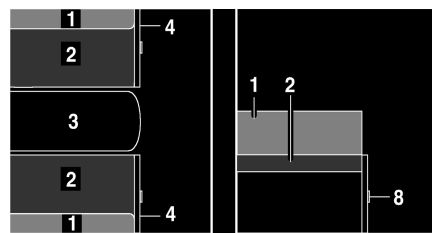

Fig. 87 Avant l'agrandissement
- Agrandir la table (Fig. 87,3) (voir paragraphe 7.7).
- Tirer sur la poignée (Fig. 87,8) et ouvrir le portillon (Fig. 87,4).